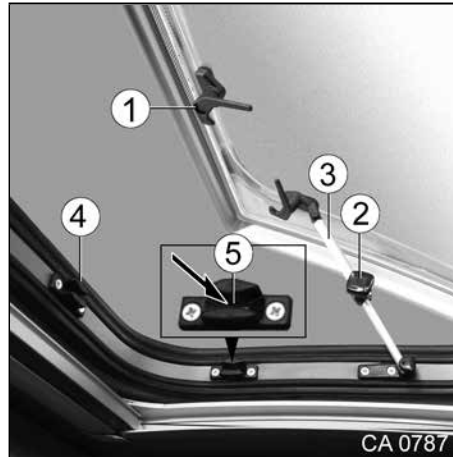

Fig. 48 Lanterneau Skyroof
1. Déverrouiller les quatre leviers de verrouillage (Fig. 48, Pos. 1) sur le lanterneau.
3. La fixer avec des molettes (Fig. 48, Pos. 2) aux compas d'arrêts montés sur les côtés (Fig. 48, Pos. 3).
2. Tourner les molettes (Fig. 48, Pos. 2) dans le sens anti-horaire jusqu'à ce que la fixation soit desserrée.
4. Verrouiller les quatre leviers de verrouillage (Fig. 48, Pos. 1) aux supports (Fig. 48, Pos. 4).
3. Verrouiller les quatre leviers de verrouillage (Fig. 48, Pos. 1) dans les évidements (Fig. 48, Pos. 5) des supports (Fig. 48, Pos. 4).